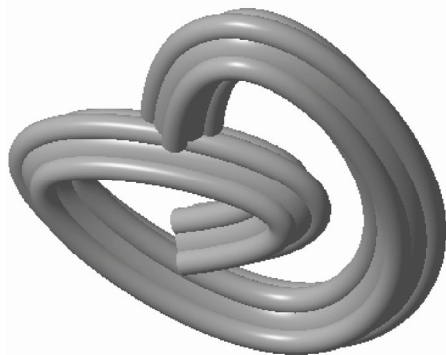

图 6-46 创建实体扫描特征
STEP 06 单击“关闭”面板中的“确定”按钮，完成截面绘制并退出草绘环境。单击“扫描”选项卡中的“完成”按钮，即可创建实体扫描特征，效果如图 6-46 所示。